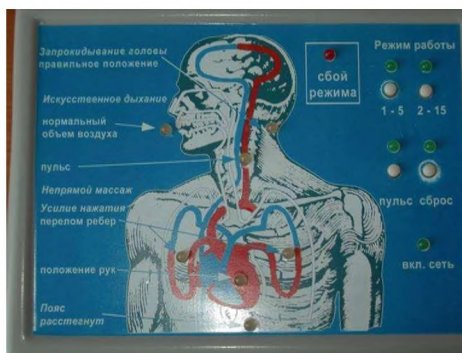

Рис.3. Расположение и виды сигнализаций пульта контроля
После правильно проведенного комплекса реанимации тренажер автоматически оживает (появляется пульс на сонной артерии, и сужаются зрачки у пострадавшего) (рис. 3, 5).
Для проведения лабораторной работы необходимо: положить тренажер горизонтально, подключить адаптер к сети 220В и 50Гц специальным кабелем к источнику постоянного тока 12 - 14В. Включить тумблер подачи питания, расположенный на задней панели электронного пульта. При этом на пульте включится зеленый сигнал «вкл. сеть», а также красные, сигнализирующие о том, что пояс пострадавшего не расстегнут, а голова не запрокинута (аналогичные сигналы на настенном табло) (рис. 3). Включить (при желании) тумблер «Звуковые сигналы», расположенный на задней панели пульта (рис. 3).
1. Обеспечить правильное запрокидывание головы тренажера (при угле запрокидывания 15 - 20 градусов, включается зеленый сигнал «Правильное положение») (рис. 3).
При прикладываемом усилию в 25 ± 2 кгс. (глубине продавливания 3 - 4 см.), включается зеленый сигнал «Положение рук» (рис. 3). При усилии свыше 32 кгс (смещении грудины более чем на 4 см) включаются 2 красных сигнала «Перелом ребер».
Руки спасателя при отработке навыков непрямого массажа сердца должны находиться выше мечевидного отростка грудины, приблизительно на расстоянии 2-х пальцев. В случае неправильного положения, включается красный сигнал «Положение рук» (рис. 3), и действия спасателей будут считаться неправильными.
4. Провести по правилам оказания первой медицинской помощи ИВЛ (рис. 12). При достаточно интенсивном поступлении воздуха в легкие (скорость воздушного потока не менее 2 л/с), включается зеленый сигнал «Нормальный объем воздуха» (рис. 3).
5. Проконтролировать на сонной артерии тренажера наличие пульса можно, включив кнопку «Пульс» (рис. 3).
При этом зрачки глаз будут расширены – пострадавший находится в состоянии клинической смерти. При включении кнопки “Пульс” зрачки глаз тренажера становятся нормальными (рис. 3), - функции пострадавшего организма восстановлены (рис. 5). Кроме этого при каждом правильном нажатии при выполнении непрямого массажа сердца происходит сужение зрачков.
Нажать кнопку «Сброс» (рис.3).
Убедиться в правильном положении головы (зеленый сигнал) (рис. 3).